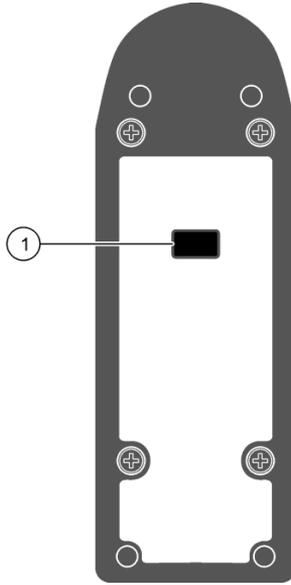

图 6 MP 仪表底视图
通过 MP-Dock 配件包 (MPDOCK)，用户可以将存储的测试数据下载到 PC 或电子表格。MP-Dock 通过 USB 端口供电，因此不需要外部电源。数据通过 MP 仪表底部的红外 (IR) 数据端口 (图 6) 传输到 MP-Dock，然后传输到 PC。